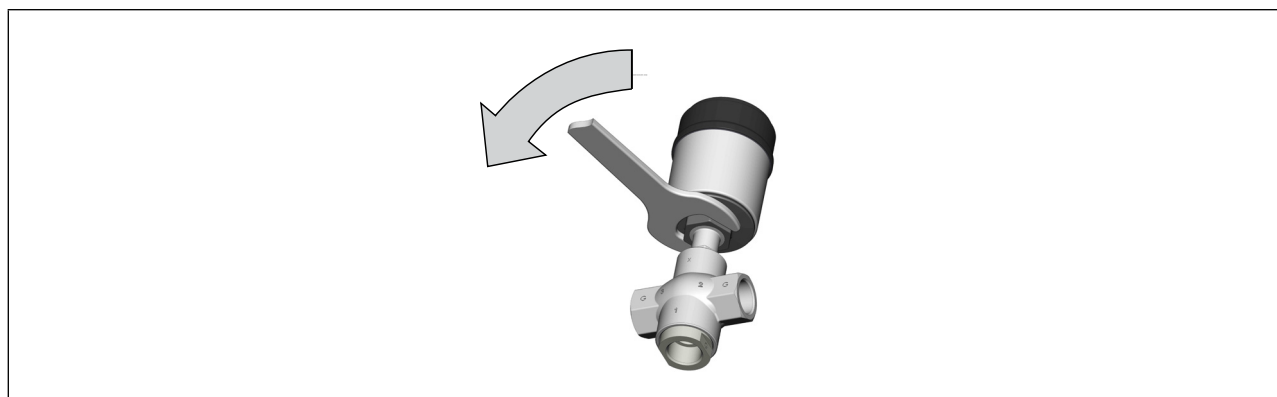

Figura 5: Virar o atuador
▶ Virar o acionamento apenas no sentido especificado (veja “Figura 5”).